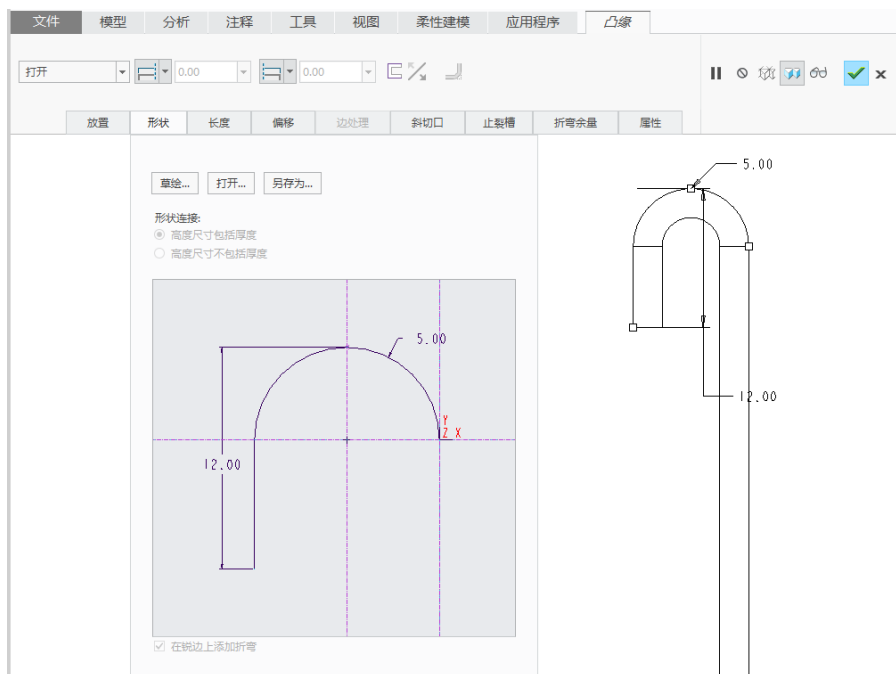

图 5-21 指定轮廓形状尺寸
- (4) 在“凸缘”选项卡中打开“形状”面板, 输入图 5-21 所示的轮廓形状尺寸。